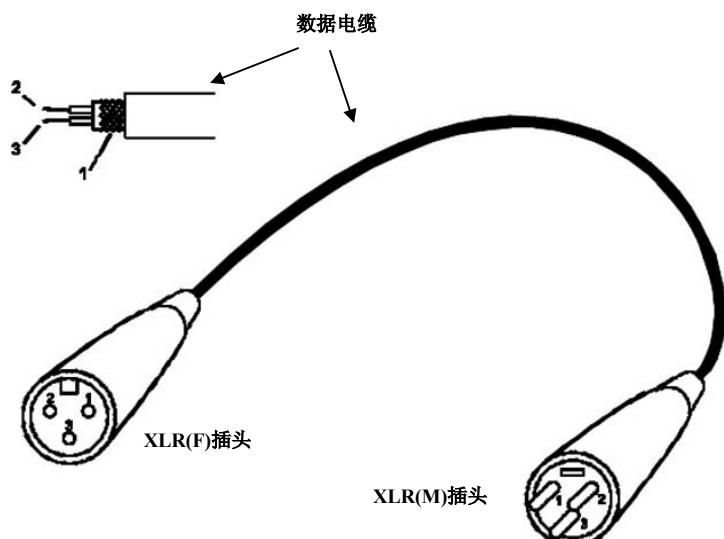

图 2-1
**CODE Control 48** 电脑调光控制台使用标准的 3 芯 XLR(F)插座输出 DMX512 数码调光控制信号。电脑调光控制台与数码调光器之间采用数据电缆连接，数据电缆的一端采用 XLR(F)插头，另一端采用 XLR(M)插头，数据电缆必须采用带屏蔽网的双绞电缆，请见图 2-1。
**CODE Control 48** 电脑调光控制台与数码式调光器之间采用数据电缆连接，数据电缆详见第 3 页的图 2-1，有以下几种常用的连接方法：